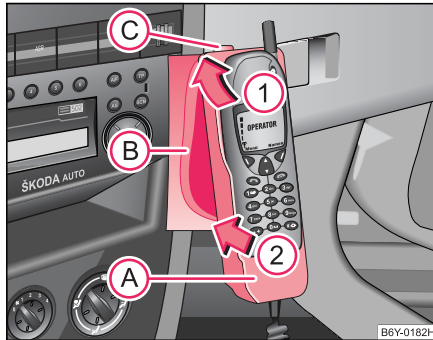

Abb. 89 Universal-
- Setzen Sie den Adapter mit dem Telefon in die Halterung (B) zuerst in Pfeilrichtung ① ⇒ Abb. 89 ein, bis der Adapter den Anschlag berührt. Drücken Sie dann den Adapter leicht in Pfeilrichtung ②, bis er einrastet.
- Setzen Sie das Telefon in den Adapter (A) (laut Anleitung des Herstellers) ein.